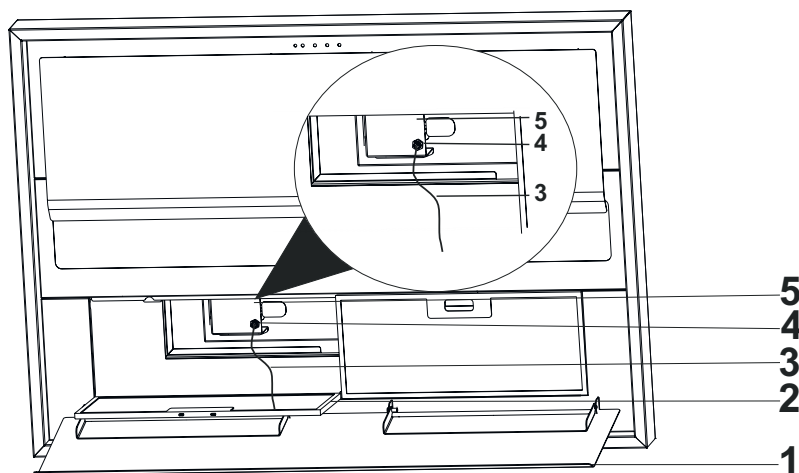

Fig. 12
7. ➡ Vip kantsugpladen ud, ved at tage fat i hjørnerne og hive forsigtigt i den (Fig. 12/1).
Fjern fedtfilterne (Fig. 12/2) og træk stålwirerne igennem sikkerhedslåsene oppe fra og ned (Fig. 12/4). Gør dette for alle 4 stålwirer der medfølger.
Når emhætten er hævet til loftet og der ikke længere kan trækkes i stålwirene, skal stålwirene rulles sammen og lægges ind i opbevaringspladsen. Bemærk; når stålwirene er lagt ind i opbevaringspladserne, skal det bøjelige metal bukkes sammen, så stålwirene ikke falder ud (Fig. 12/4).